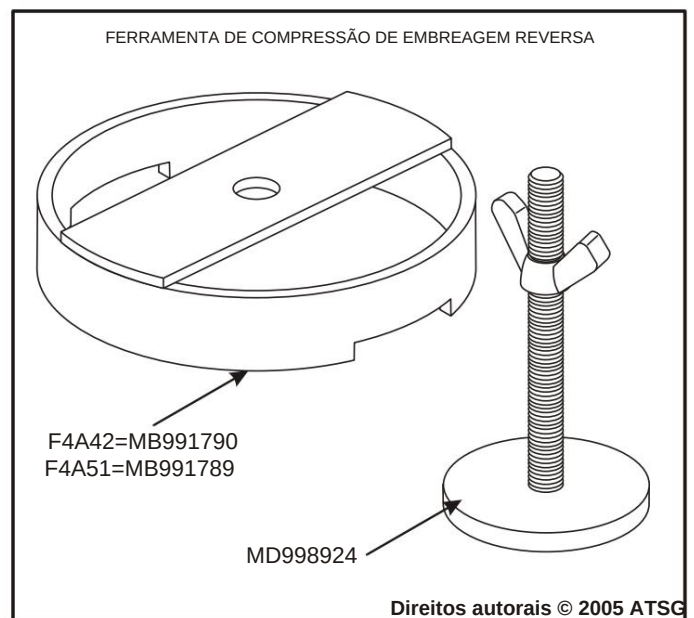

Figura 91
25. Instale as ferramentas de compressão da embreagem que estão mostrado na Figura 91.